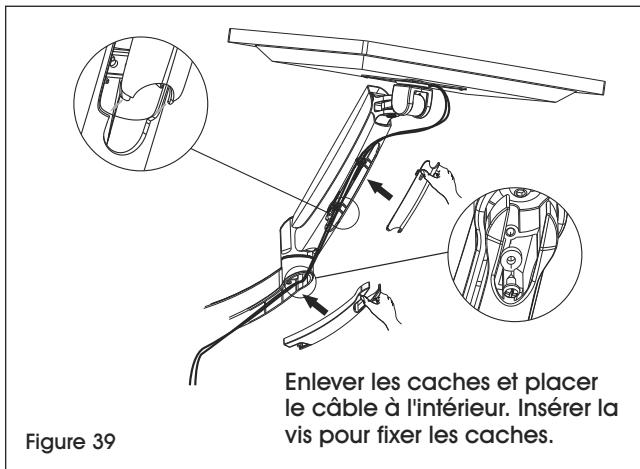

Figure 39
- Si vous souhaitez retirer les caches, utilisez un tournevis cruciforme pour extraire les deux vis maintenant les caches au bras de moniteur. Ceci permet à l'utilisateur de faire glisser les câbles à travers les caches. Une fois cette opération effectuée, fixez à nouveau les caches au bras de moniteur à l'aide de vis cruciformes. (Voir Figure 39)